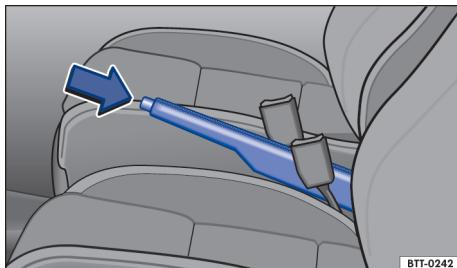

Fig. 103 Entre os bancos dianteiros: alavanca do freio de estacionamento.
- Puxar a alavanca do freio de estacionamento para cima com o botão bloqueador pressionado → Fig. 103 (seta).
- Puxar a alavanca do freio de estacionamento um pouco para cima e pressionar o botão bloqueador → Fig. 103 (seta).